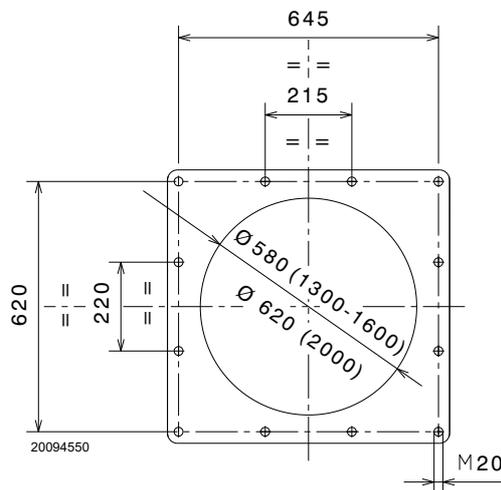

Abb. 12
Die Verschlussplatte der Brennkammer, wie in Abb. 12 durchbohren. Die Position der Gewindebohrungen kann mit dem zur Grundausrüstung gehörenden Wärmeschild ermittelt werden.
- Den gesamten Brenner in das vorher vorbereitete Bohrloch des Heizkessels einpassen, wie in Abb. 12 dargestellt, und mit den beige-packten Schrauben befestigen.